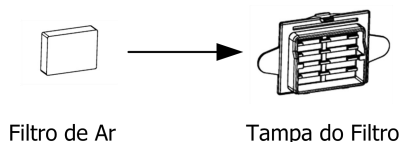

Fig. 11-1
(1) Encaixe a tampa ao filtro de ar, como mostra a Fig. 11-1.